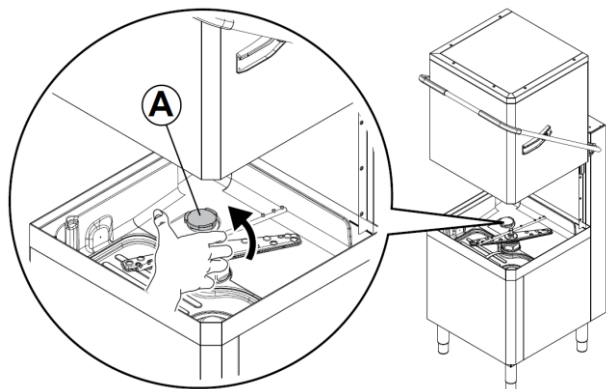

Рис. 28 - Открутить заглушку контейнера для соли
- Открутить заглушку контейнера для соли «А» (Рис. 28), поворачивая ее против часовой стрелки.